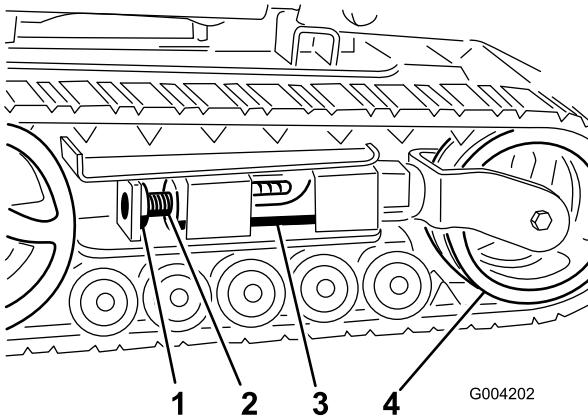
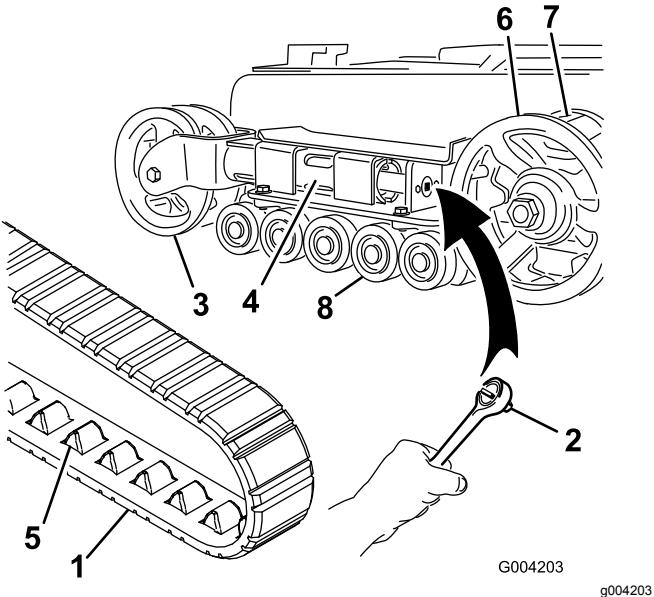
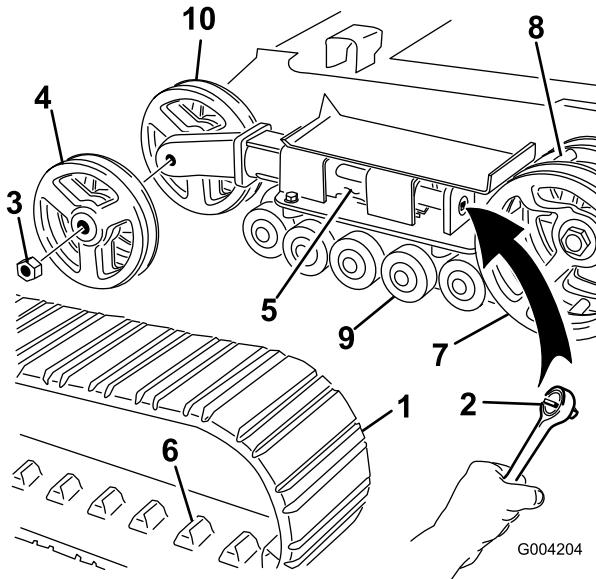

Bild 45
Bild 46
Bild 47
4. Entfernen Sie die Befestigungsschraube und Mutter (Bild 45).
6. Richten Sie die am nächsten liegende Kerbe in der Spannschraube mit dem Loch der Befestigungsschraube aus und befestigen Sie die Schraube mit der Befestigungsschraube und Mutter (Bild 45).
Hinweis: Sie haben Schmalspurketten, wenn die vorderen Spannungsräder an der Innenseite einer Gabel am Ende des Spannungsrohrs montiert sind (Bild 46).
5. Lösen Sie die Antriebsspannung mit einer Ratsche ($\frac{1}{2}$ "), indem Sie die Spannschraube nach rechts drehen (Bild 45 und Bild 46).
6. Drücken Sie das Spannrad zur Rückseite der Maschine, um den Druckschlauch gegen den Rahmen zu bewegen (Bild 46).
8. Wenn Sie die Kette vom Spannrad entfernt haben, entfernen Sie sie auch vom Antriebsrad und den Straßenrädern (Bild 46).
9. Legen Sie die neue Kette, beginnend beim Antriebsrad, um das Rad und stellen Sie sicher, dass die Stollen an der Kette zwischen die Zahnräder am Kettenrad passen (Bild 46).
10. Drücken Sie die Kette unter und zwischen die Straßenräder (Bild 46).
Hinweis: Sie haben Breitspurketten, wenn die vorderen Spannungsräder an der Seite am Ende des Spannungsrohrs montiert sind (Bild 47).
5. Lösen Sie die Antriebsspannung mit einer Ratsche ($\frac{1}{2}$ "), indem Sie die Spannschraube nach rechts drehen (Bild 45 und Bild 47).
6. Drücken Sie das Spannrad zur Rückseite der Maschine, um den Druckschlauch gegen den Rahmen zu bewegen (Bild 47).
7. Nehmen Sie die Mutter ab, mit der das äußere Spannrad befestigt ist. Nehmen Sie das Rad ab (Bild 47).
8. Nehmen Sie die Kette ab (Bild 47).
9. Nehmen Sie die Mutter ab, mit der das innere Spannrad befestigt ist. Nehmen Sie das Rad ab (Bild 47).
13. Setzen Sie das innere Spannrad ein und befestigen Sie es mit der vorher abgenommenen Mutter (Bild 47).
15. Montieren Sie die neue Kette. Achten Sie darauf, dass die Stollen in der Kette zwischen die Zahnräder in der Mitte des Antriebsrads passen (Bild 47).
16. Setzen Sie das äußere Spannrad ein und befestigen Sie es mit der vorher abgenommenen Mutter (Bild 47).
6. Setzen Sie die eingefettete Straßenradkappe auf den Schraubenkopf (Bild 46).
7. Befestigen Sie die Straßenradkappe mit dem Sprengring (Bild 46).